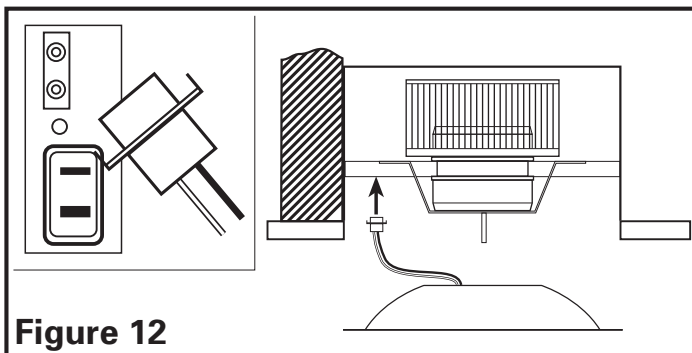

Figure 12
2. Connecter le cordon des socles de lampe dans le r ceptacle appropri (**Figure 12**).